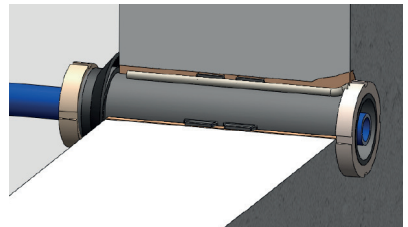

Abb. 7 Kürzung der Mauerdurchführung
- An dieser Sägeführung entlang die überstehende Mauerdurchführung (1) einschließlich des innenliegenden PE-Rohres kürzen gem. Abb. 7.